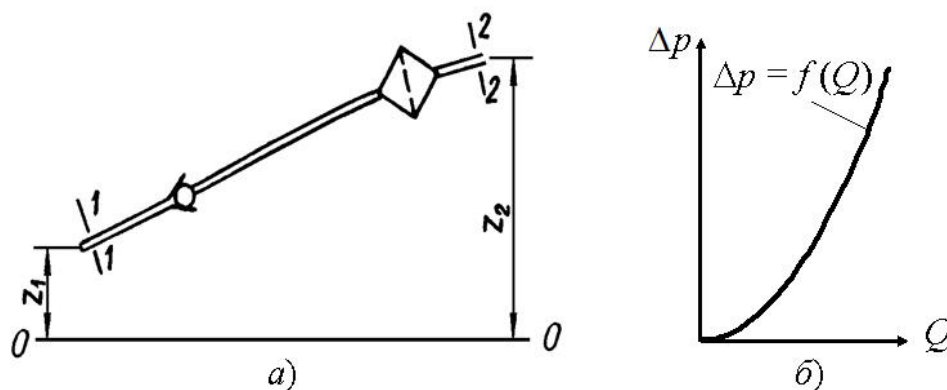

Рисунок 2.1. Простой трубопровод (а) и характеристика простого трубопровода (б)
*Простыми* называют трубопроводы, не имеющие ответвлений и обслуживающие только одну точку. Причем, диаметр трубы, а также расход жидкости на всей длине трубы остается неизменными (рисунок 2.1, а).